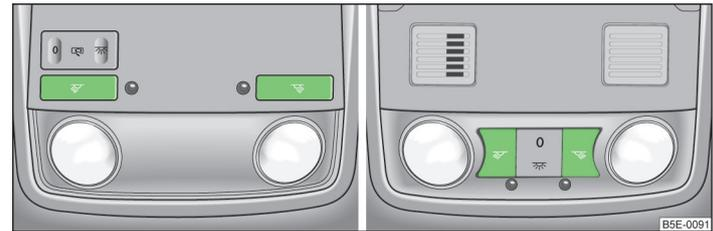

Abb. 36 Schalter für Leseleuchten - 2 Varianten
-  Leseleuchten ein- bzw. ausschalten » Abb. 36